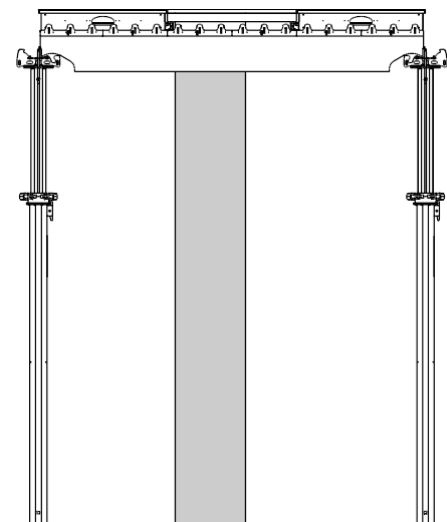

Fig. A6.03
Монтирайте челната греда SRT-2 150 (9*) в окачено положение. (Fig. A6.03) Монтирайте изравн. греда SPH или греда (13), доставена от изпълнителя.